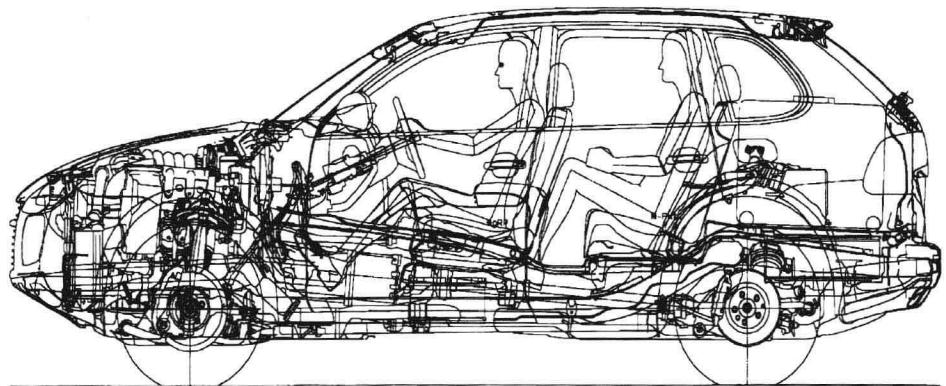

图 1-9 保时捷 Cayenne Turbo SUV
6) SUV。图 1-9 所示为保时捷 Cayenne Turbo SUV。